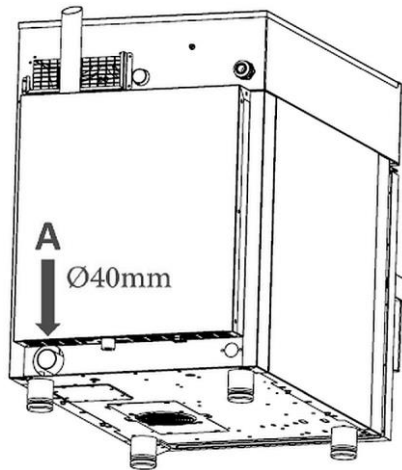

Abb. 5
- Das Anschlussstück (A, Abb. 5) befindet sich an der Rückseite des Gerätes und hat einen Durchmesser von 40 mm.